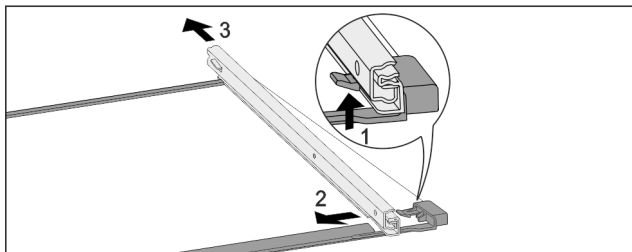

Fig. 191 Glasplade med skinner
- Tryk den forreste låsekrog op. Fig. 191 (1)
- Skub udtræksskinnen til siden Fig. 191 (2) og og bagud Fig. 191 (3).